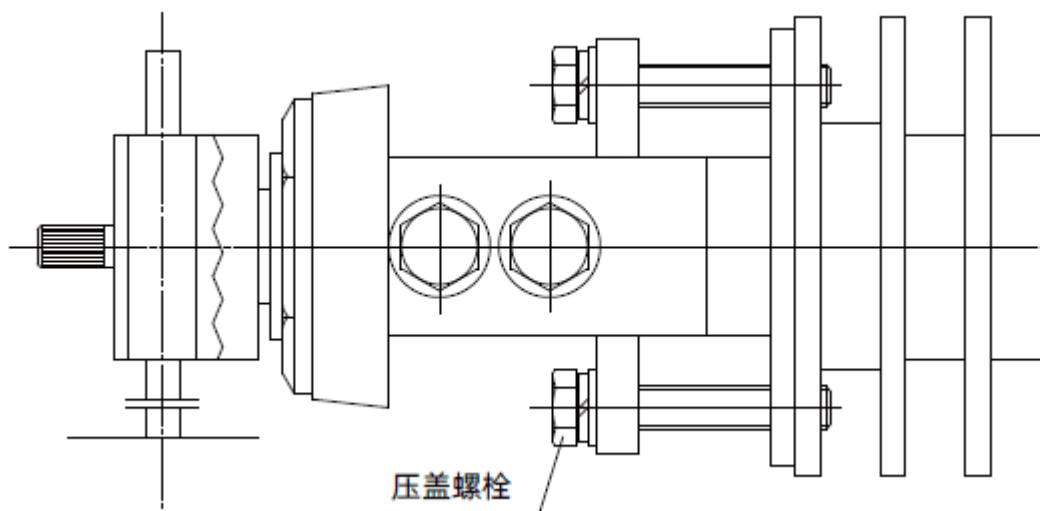

图 10 浮球密封
6.3.5 浮球的密封填料环在出厂时经打压预紧，待安装试压时，当介质的压力和温度升上，再拧紧填料环上的压盖螺栓，在拧紧的同时，还要压一下重锤杆，使主轴转一下，看是否还转动灵活，直至不泄漏为止，如图 10 所示。